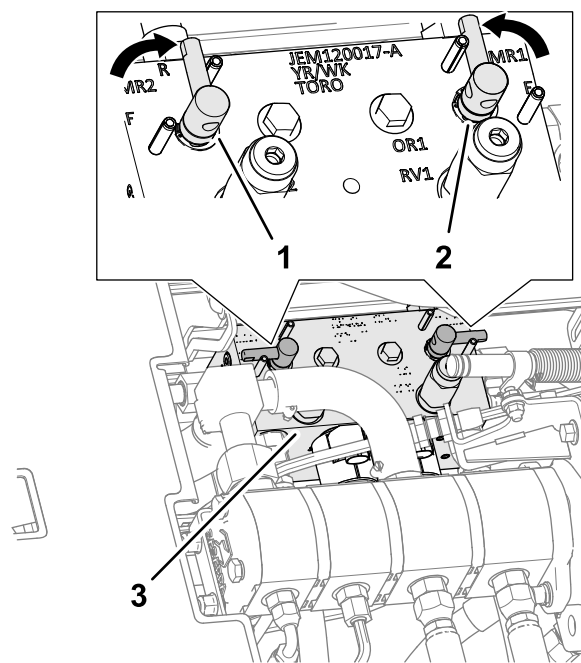

Figura 147
4. Deblocați și ridicați scaunul pentru a avea acces la colectorul mâinii de tuns iarba (Figura 147).
5. Deplasați maneta de ascuire în poziția R (de ascuire) (Figura 147).